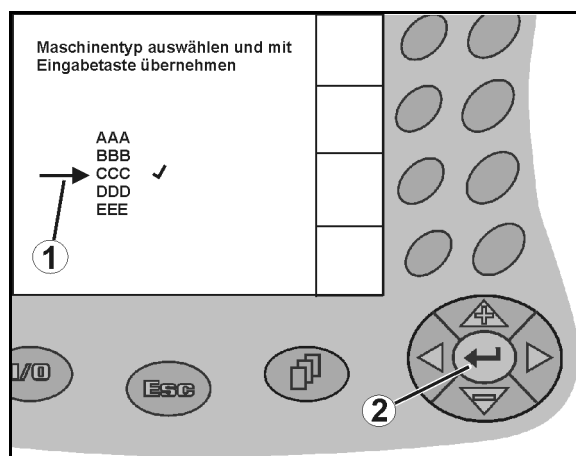

Рис. 14
- Позиционируйте указатель в виде стрелки (Рис. 14/1) с помощью  и .
Выбранное значение переносится (Рис. 14/2).